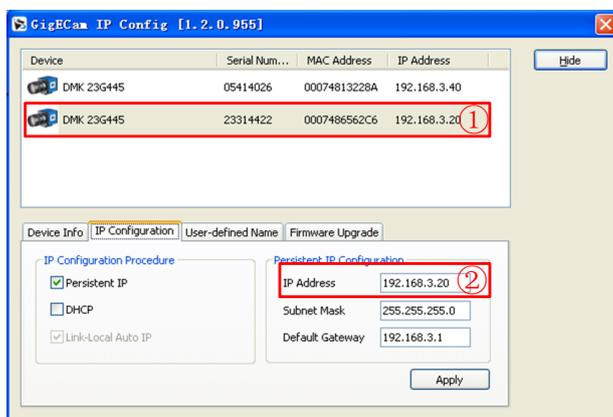

图 4-10 IP Configuration
6、将页面切换到 IP Configuration，分别手动设置两个相机的 2 处的地址与 1 处相同，如图 4-10 所示：